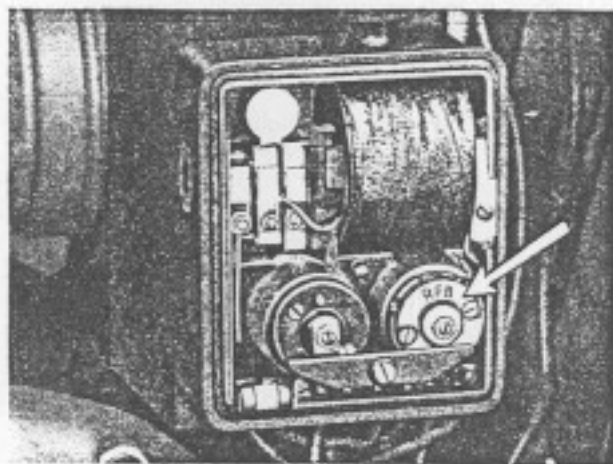

Bild 225. Prüfregler zusammen mit getrenntem Rückstromschalter in Spulenkasten eingesetzt
3. Um festzustellen, ob der Vorschaltwiderstand schadhaft ist, bei KS-, SB- und NZ-Modellen Prüfregler Nr. 0832 zusammen mit einem einzelnen Rückstromschalter (Ers.-T.-Nr. 02164) in Spulenkasten so einsetzen, daß Beobachtungsausschnitt nach oben liegt. Regler- und Rückstromschalter mit Kontakt- und Haltebrücke festklemmen (siehe Bild 225).